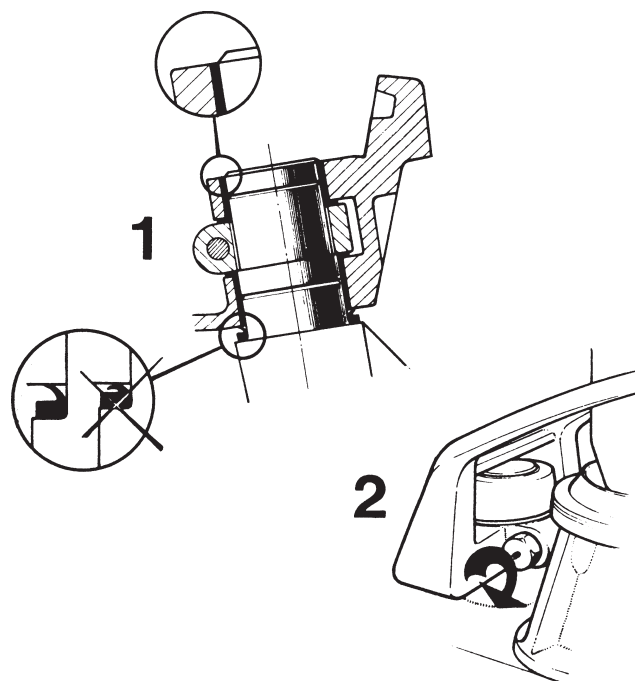

Fig. 57. Montering av styrgaffel
Montera därefter styrgaffeln och styrkåpan i skölden. Se fig. 57.
8. Montera den hopsatta styrkåpan och styrgaffeln (plana ytan framåt) i skölden. Passa vid monteringen in styrarmen så att den står i linje med drevets riktning. Gaffelns splinesförsedda axel skall skjutas upp så mycket i skölden att fasen för dess övre plan blir i plan med plastbussningen (1 fig. 57). Drag fast låsskruven för styrarmen (2).